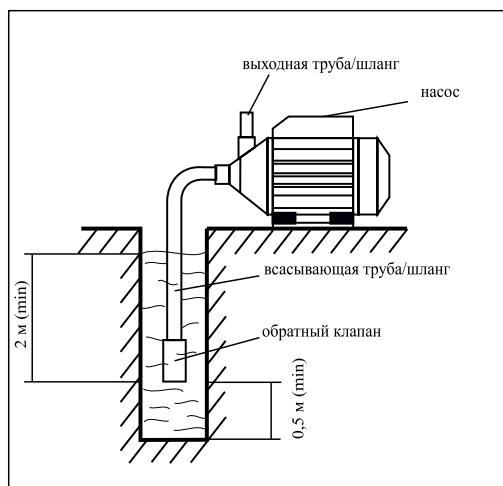

рис. 2
- всасывающую трубу (шланг) присоединить к входному отверстию и погрузить в воду, как указано на рис.2
**Внимание!** Для оптимального функционирования насоса рекомендуется устанавливать на всасывающую трубу обратный клапан (в комплект поставки не входит), как указано на рис.2